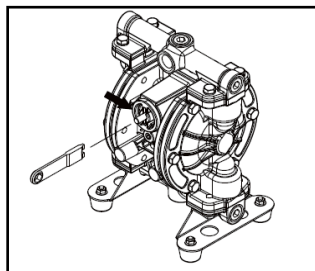

Figure 43
- Retirez le capuchon à l'aide du bouchon A, du capuchon B et du démaquillant (outil spécial: référence 771132.) (voir la figure 43).